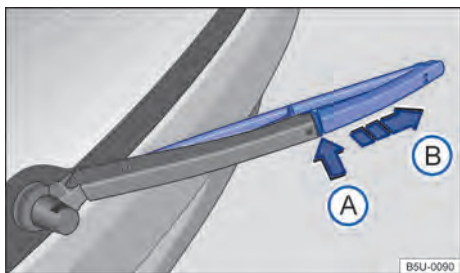

Fig. 130 Substituir a palheta do limpador do vidro traseiro.
- Manter a tecla de destravamento → Fig. 130 ⓘ pressionada.